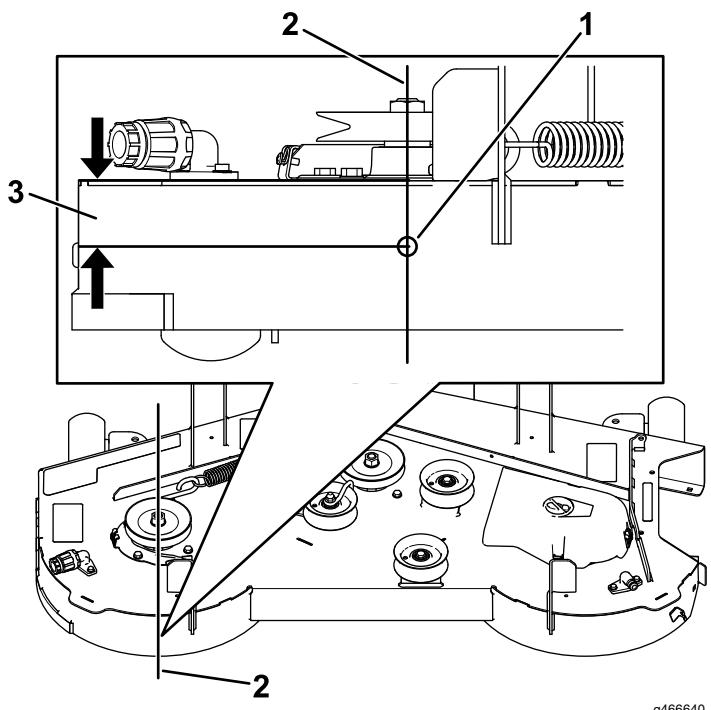

Figure 8
- À l'extrémité arrière de la courbe du déflecteur gauche, dans l'alignement de l'axe de pivot, mesurez et faites un repère à 47 mm (1 1/8 po) en partant du haut (Figure 8).
- Percez un trou à l'emplacement repéré à l'aide d'un foret (9/32 po) comme montré à la Figure 8.